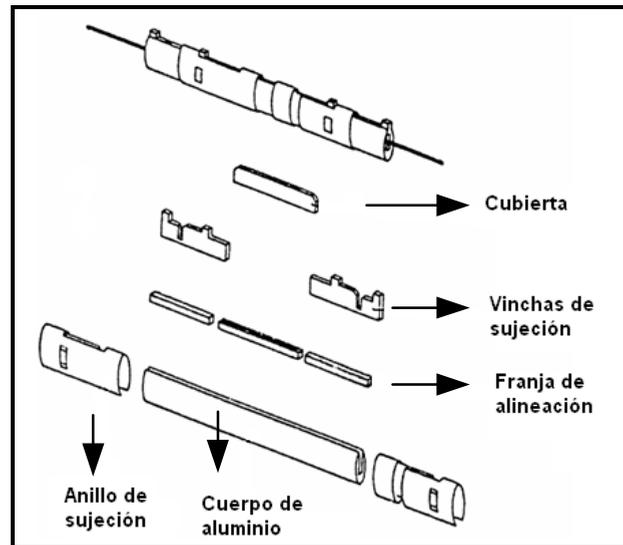

Figura 1.18 Empalme mecánico, partes que lo constituyen.
**Empalmes mecánicos:** Consiste en un mecanismo muy exacto al momento de alinear los hilos de fibra, debidamente cortados y limpiados. Normalmente el equipo para el empalme se encarga de todo, el operario solo prepara el cable e inserta los hilos sin pelar ni cortar en la empalmadora mecánica. (Figura 1.18)